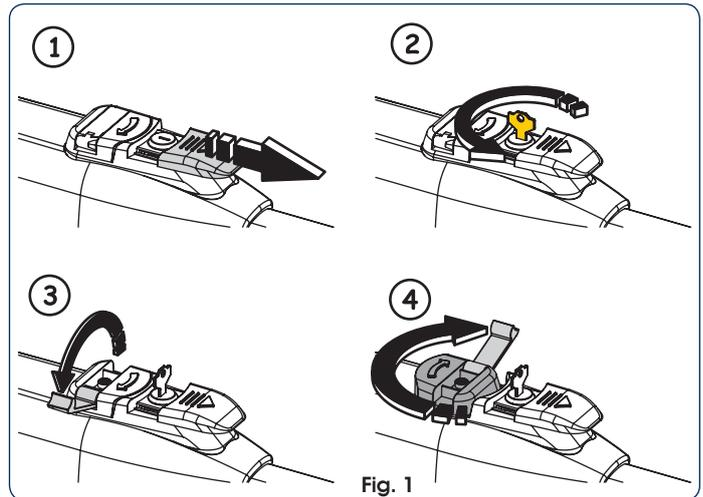

Fig. 1
2. Schuif het beschermdoeksel weg, fig. 1 - ①.
3. Steek de sleutel erin en draai hem 90°, fig. 1 - ②.
4. Til de bedieningshendel op, fig. 1 - ③.
5. Om de aandrijving te ontgrendelen draait u de bedieningshendel 180° in de richting van de pijl op het ontgrendelingsstelsel, fig. 1 - ④.